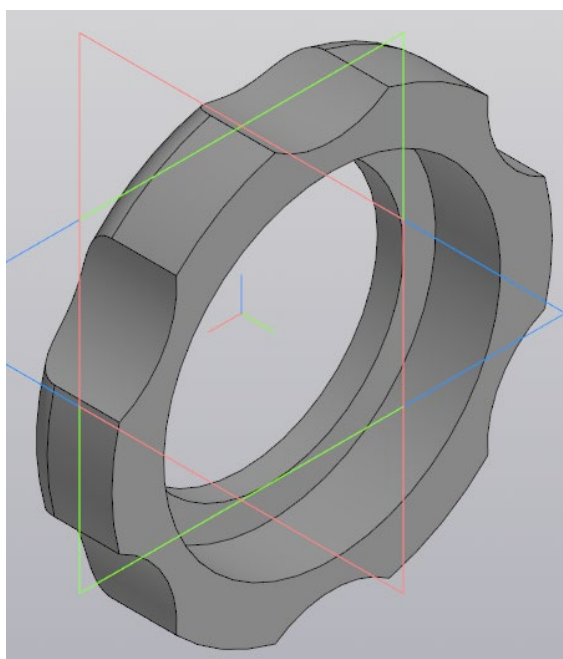

Рисунок 8 – Выемки на крышке
1.7 Командой «Массив по concentric сетке» размножьте выдавленные ранее элементы так, чтобы общее их количество было 6 штук (рис. 8).